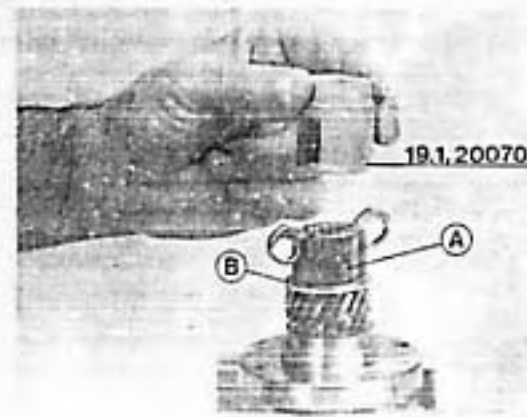

Fig. 66
**Fig. 66 - Governor weights bracket and gear:** place in a vice, endowed with aluminium protections, the unit free wheel governor and by means of the specific wrench 19.1.20070 unscrew governor weights bracket «A». Take away shim washer «B» and from the opposite side to the one shown in figure the flange gear; then remove D.C. roller cage, distance bush and bearing.
**Bild 66 - Reglermassenhalter und Flanschzahnrad:** Freilauf und Flanschzahnrad in einem Schraubstock, mit Aluminiumbacken bestückt, einspannen. Mit Spezialschlüssel 19.1.20070 den Reglermassenhalter «A» ausschrauben; die Ausgleichscheibe «B» herausziehen und, (auf der entgegengesetzter Seite als jene, die im Bild sichtbar ist), das Flanschzahnrad abziehen. Rollenkäfig, Distanzbuchse und Bronzelager entfernen.
**Fig. 66 - Porte masselottes du régulateur et pignon:** poser dans un étau, muni de mors en aluminium, le groupe roue libre et régulateur, dévisser au moyen du clé 19.1.20070 le porte-masselottes «A», retirer la rondelle de réglage «B» et, du côté opposé à celui montré sur la figure, l'engrenage à bride, ôter enfin le cage à aiguilles, l'entretoise et la bague palier.
**Bild 65-69 - Kupplungsgruppe:** Die 3 Federn «H» ausnagen, die 3 Sicherungsringe «I» entfeden (Bild 66), die Fliehkraftgewichte spreizen (dabei aufpassen die Federn «L» und die Federtellern «M» zusammenzuhalten). Zuletzt die Zapfen «N» herausziehen und die Fliehkraftgewichte entfernen (Bild 69).